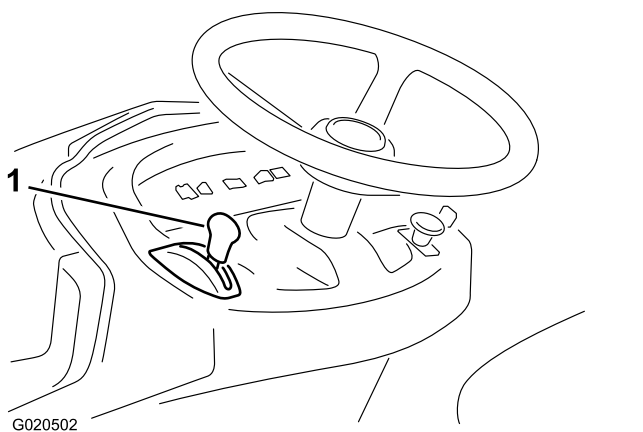

Figura 9
6. Para arrancar un motor frío, empuje la palanca de control del acelerador hacia adelante del todo, a la posición de Estárter (Figura 9).
8. Cuando el motor arranque, mueva lentamente la palanca de control del acelerador a la posición de Rápido (Figura 9).
1. Mueva la palanca del acelerador a la posición de Lento (Figura 9).
2. Gire la llave de contacto a la posición de Desconectado (Figura 9).